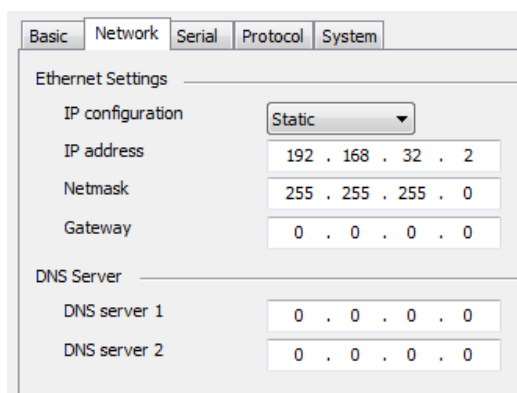

Рис. 5
1.3 В открывшемся окне выберите вкладку Network для настройки сетевых параметров устройства (Рис. 5). В данном примере ip-адрес 192.168.32.2 с маской подсети 255.255.255.0.